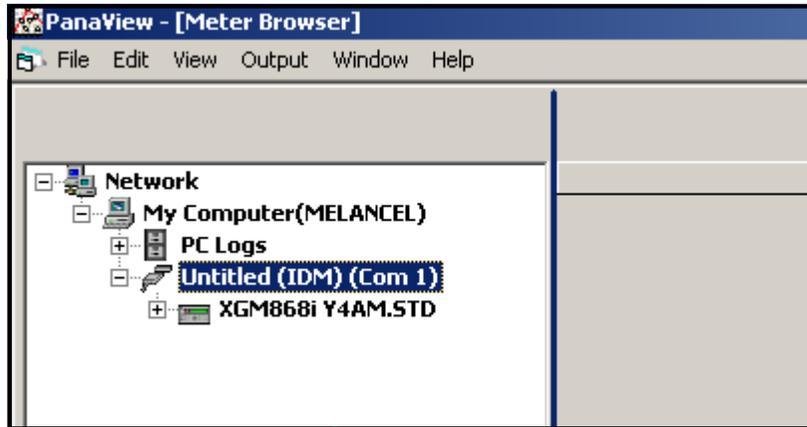
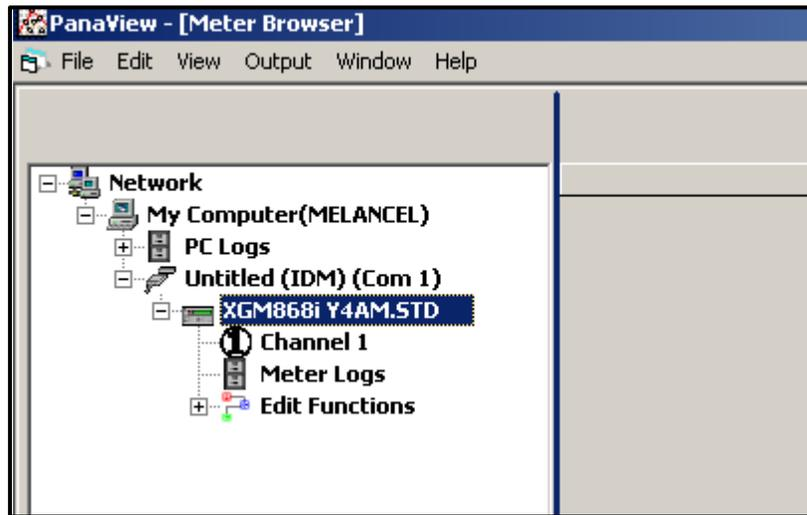

Figura 37: Arbol de red actualizado
Figura 39: Árbol de contadores con la opción *Editar funciones*
Si la inicialización se realiza correctamente, el Navegador de medidores muestra un listado similar al de la Figura 37.
1. En el árbol de medidores del *navegador de nuevos medidores* (véase la Figura 37 en la página 85), haga clic en la entrada XGM. Aparecerá una pantalla similar a la de la Figura 39.